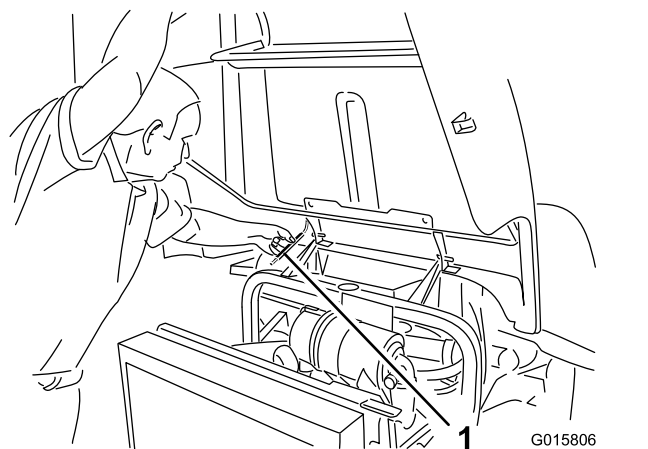

Рисунок 31
2. Поднимите капот настолько, чтобы можно было установить опорную стойку за трубой рамы (Рисунок 31).